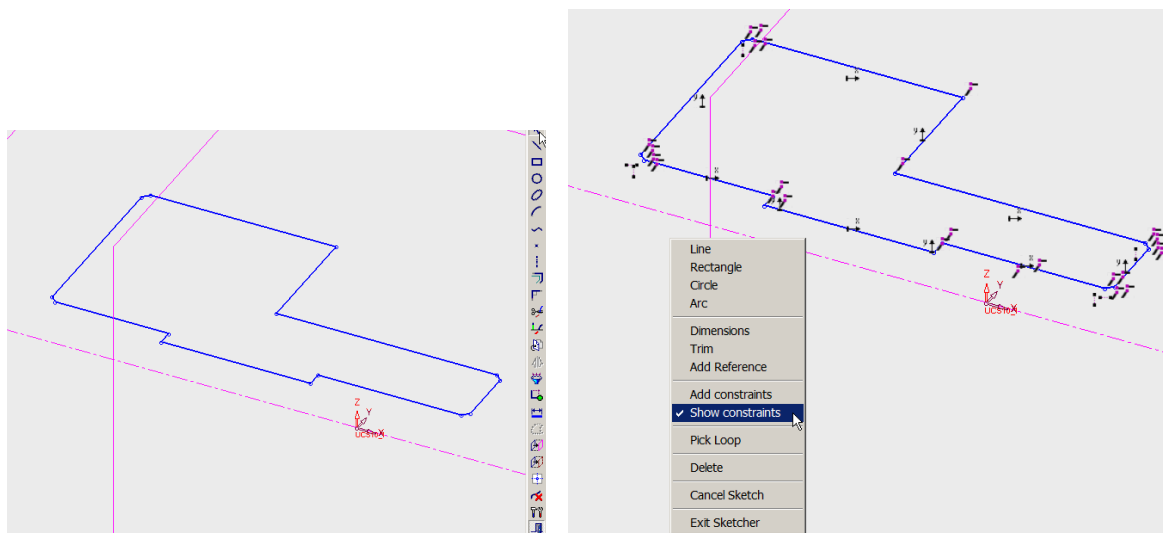

Рисунок 26 – Построение замкнутого контура
4.2 Вызываем *Эскизник*, выделяем горизонтальную плоскость, на которой строим контур эскиза (рисунок 26); в контекстном меню включаем просмотр автоматически сформированных геометрических ограничений: совпадение «точка-точка» соседних сегментов, перпендикулярность и пр.